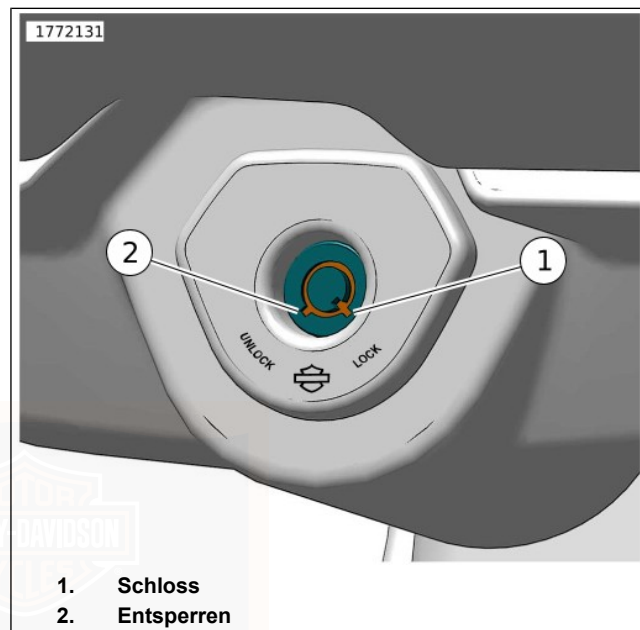

Abbildung 26. Gabelschloss
Siehe Abbildung 26. Das Gabelschloss befindet sich auf der Instrumententafel. Wenn das Gabelschloss sofort nach dem Parken des Motorrads gesperrt wird, erschwert dies die unbefugte Benutzung oder einen Diebstahl. Das Gabelschloss kann mit dem Zündschlüssel ver- und entriegelt werden.
2. Siehe Abbildung 26. Den Schlüssel einstecken und eine Vierteldrehung gegen den Uhrzeigersinn drehen, um den Knopf zu sperren. Den Schlüssel abziehen.
1. Siehe Abbildung 26. Den Schlüssel einstecken und eine Viertelumdrehung im Uhrzeigersinn drehen, um den Knopf zu entsperren. Den Schlüssel abziehen.